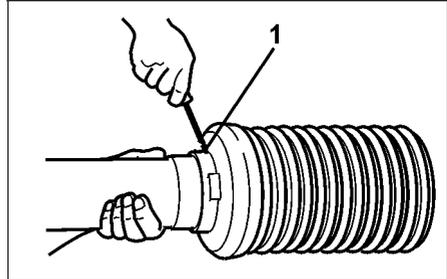

Fig. 24
- Arretierungsschraube (Fig. 24/1) herausrauben.